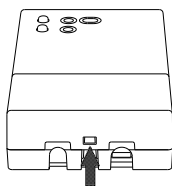

Fig. 2
- 2 Verwijder het frontpaneel door met een schroevendraaier kracht uit te oefenen op het tandje (Fig. 2) en hef de deksel op.